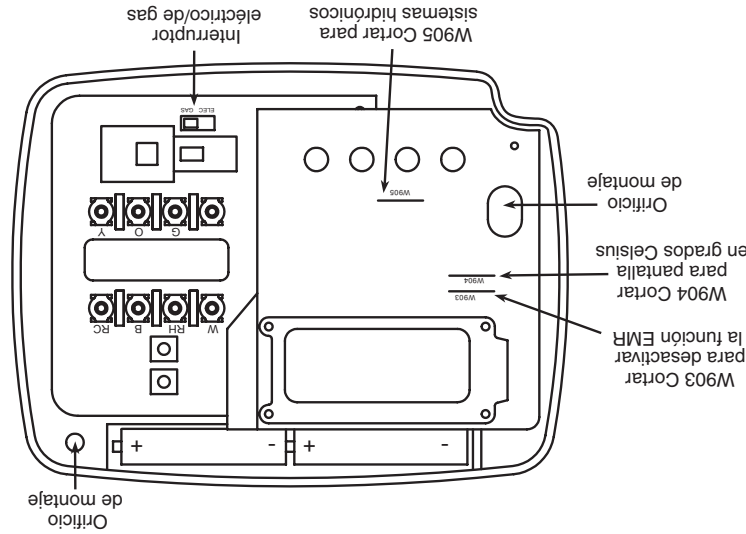

Figura 1. Base del termostato
Este termostato está configurado de fábrica para operar un sistema de aire forzado con combustible fósil (gas, aceite, etc.) de calor/frío. Esta configuración para cualquier sistema que NO requiera que el termostato energice el ventilador en una llamada de calor. Si su sistema es un sistema eléctrico o de bomba de calor que REQUIERE que el termostato encienda el ventilador en una llamada de calor, ubique el interruptor GAS/ELECTRIC (vea la figura 1) y colóquelo en la posición **ELECTRIC**. Esto permitirá al termostato energizar el ventilador inmediatamente en una llamada de calor. Si no está seguro si el sistema de calefacción/refrigeración requiere que el termostato controle el ventilador, póngase en contacto con un servicio técnico de calefacción y aire acondicionado calificado.
Para desactivar el EMR, corte el cable de puente W903 (vea la figura 1).
5. Fije la base a la pared sin ajustarla demasiado, como muestra la figura 1, usando dos tornillos de montaje. Ajuste la base hasta que quede bien nivelada y luego apriete los tornillos. (Esto es por razones estéticas solamente y no afectará el funcionamiento del termostato.) Si utiliza los orificios de montaje existentes, o si los orificios perforados son demasiado grandes y no le permiten ajustar bien la base, use anclajes plásticos para fijar la subbase.
Este termostato requiere 2 pilas alcalinas "AAA" para funcionar. Si aparece el mensaje **CHANGE** significa que las pilas tienen poca carga y deben cambiarse. Para obtener resultados óptimos, cambie las pilas una vez al año por pilas alcalinas nuevas de alguna marca líder como Duracell® o Energizer®. Para cambiar las pilas, instálelas a lo largo de la parte superior de la base (vea la figura 1). Las pilas deben instalarse con los polos positivos (+) hacia la derecha.